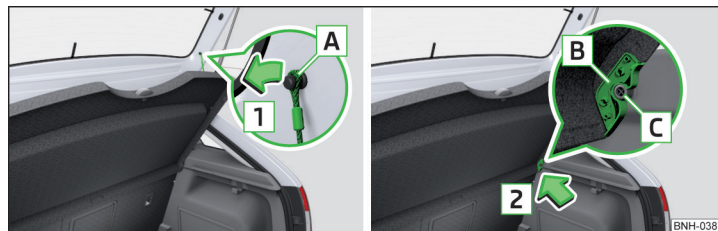

Abb. 79 Gepäckraumabdeckung ausbauen
➤ Die Haltebänder **A** von der Klappe in Pfeilrichtung **1** aushängen » Abb. 79. ▶
- Die Aufnahmen **B** an der Abdeckung über die Bolzen **C** an der Seitenverkleidung stellen » Abb. 79.
- Die Aufnahmen **B** an der Abdeckung müssen vollständig an den Bolzen **C** an der Seitenverkleidung anliegen » Abb. 79.
Sind die Haltebänder **A** » Abb. 79 an der Gepäckraumklappe eingehängt, dann wird beim Öffnen der Gepäckraumklappe die Gepäckraumabdeckung mit angehoben.